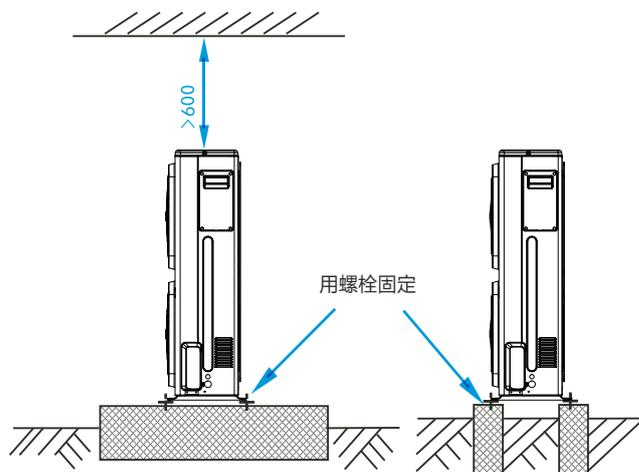

图2
- 5) 安装本机时, 应以螺栓(M10)固定本机的支脚。安装一定要牢固, 以免地震或突然吹大风时倒塌, 参考图2做混凝土地基。